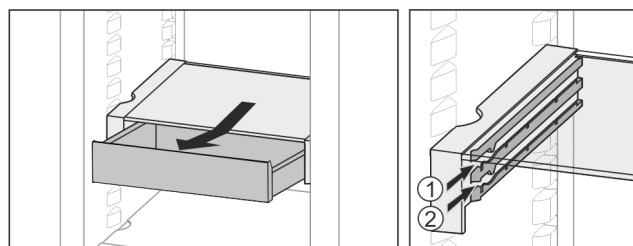

Fig. 28
- 在任意高度 Fig. 28 (1) 或 Fig. 28 (2) 推入。